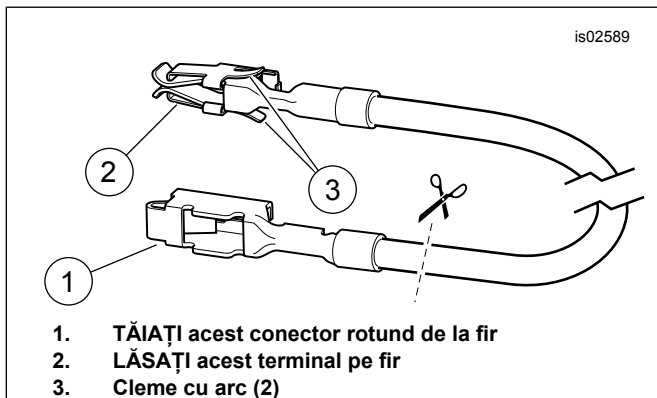

Figura 24. Cablu adaptor bloc de siguranță (Dyna și Softail)
1. Consultați Figura 24. Configurația îmbinării "doi în unul". Scoateți din kit un conector **roșu** sigilat (a se vedea Figura 34 , punctul 4). Îmbinați firul negru (13) din kit cu firul negru de masă al transmițătorului conform anexei manualului de service. Glisați circuitul (10) din kit peste firul de masă îmbinat.
4. Selectați din kit borna inelară cu diametru mai mic (7). Sertizați borna inelară pe firul negru al transmițătorului conform instrucțiunilor instrumentului de sertizare Packard din anexa manualului de service.
6. Consultați Figura 24. Configurația îmbinării "unul într-unul". Scoateți din kit un conector **albastru** sigilat (a se vedea Figura 34 , punctul 5). Îmbinați cablajul de alimentare a mecanismului de deschidere a ușii de garaj la firul adaptorului, conform anexei manualului de service.
- Consultați Figura 34. Luați din kit firul portocaliu/alb al adaptorului blocului de siguranță (12). Notați terminalul de la fiecare capăt (consultați Figura 24 . Numai terminalul cu cleme cu arc se potrivește în acest bloc de siguranță. Tăiați cu grijă de pe fir terminalul nefolosit și aruncați-l.